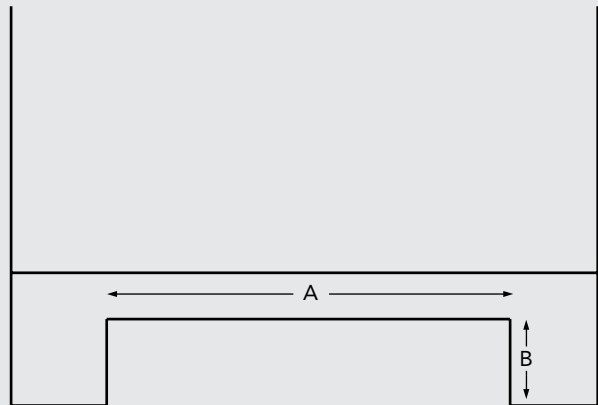

Abbildung 1a: Öffnung der Abdeckleiste (Bodenmontage)
- Suchen Sie einen geeigneten Ort für den KICKSPACE® aus, markieren Sie und schneiden Sie die Abdeckleiste aus. Dies geschieht mit den Abmessungen aus Abbildung 1a bei Bodenmontage und 1b bei Abdeckleistenmontage.